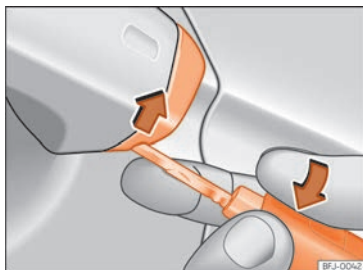

Fig. 80 Manípulo da porta do condutor: soltar a tampa fazendo alavanca.
- Introduza o palhete na abertura inferior da tampa do manípulo da porta do condutor »» Fig. 80 e retire a tampa de baixo para cima.